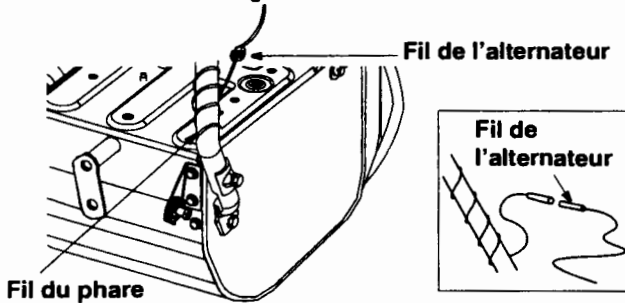

Figure 9
1. Vérifiez que le fil du phare est enroulé autour du guidon droit, comme à la Figure 9.
2. Vérifiez que le fil du phare est branché dans le fil de l'alternateur sous le réservoir d'essence. Voir l'encadré de la Figure 9.